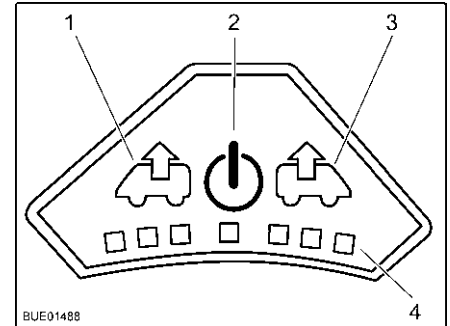

Fig. 117 Panneau de commande du ventilateur
Mise en marche : ■ Appuyer sur la touche Marche/Arrêt (Fig. 117,2). Le ventilateur fonction en mode confort (aération à faible vitesse de rotation).
Ventiler : ■ Pour augmenter la vitesse de rotation du ventilateur, appuyer sur la touche Ventiler (Fig. 117,1). La vitesse de rotation du ventilateur augmente d'un niveau de puissance dans le sens de l'échappement. Les DEL (Fig. 117,4) montrent les niveaux de puissance.
■ Pour réduire la vitesse de rotation du ventilateur, appuyer sur la touche Aérer (Fig. 117,3). La vitesse de rotation du ventilateur diminue d'un niveau de puissance.
- Pour augmenter la vitesse de rotation du ventilateur, appuyer sur la touche Aérer (Fig. 117,3). La vitesse de rotation du ventilateur augmente d'un niveau de puissance dans le sens de l'aération. Les DEL (Fig. 117,4) montrent les niveaux de puissance.
- Pour réduire la vitesse de rotation du ventilateur, appuyer sur la touche Ventiler (Fig. 117,1). La vitesse de rotation du ventilateur diminue d'un niveau de puissance.
- Appuyer sur la touche Marche/Arrêt (Fig. 117,2). Le ventilateur s'arrête, les DEL s'éteignent.